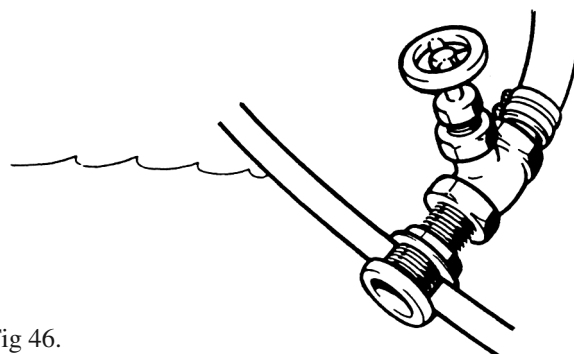
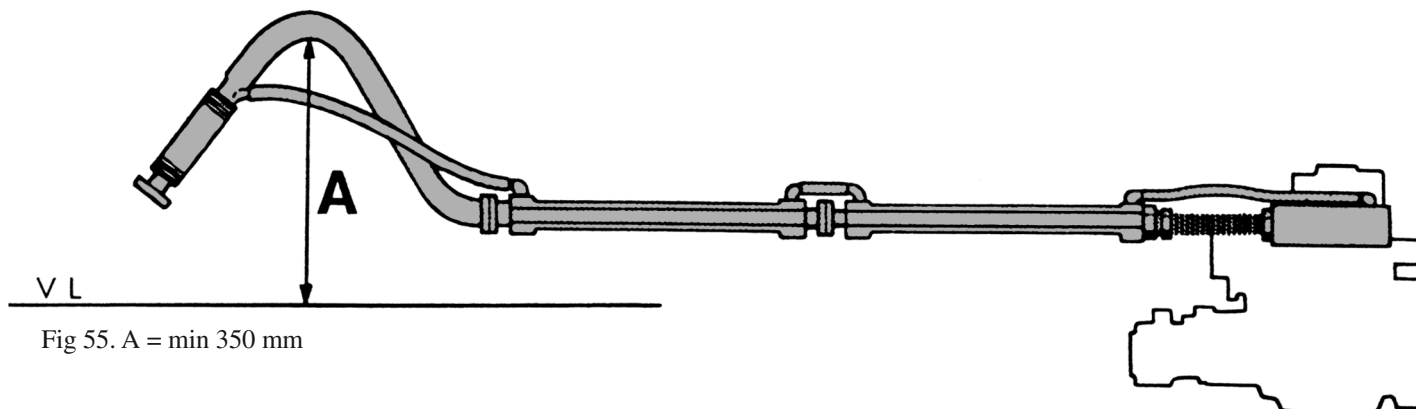
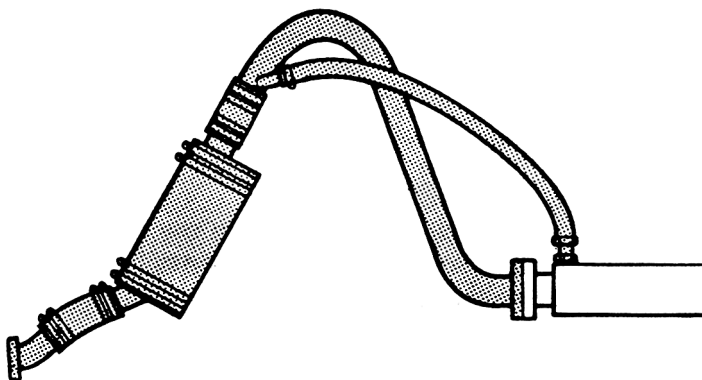

Fig 46.
Fig 55. A = min 350 mm
Fig 57.
4a Bordgenomföringen monteras på lämpligt ställe över vattenlinjen (belastad båt). Om bordgenomföringen mynnar ut under vattenlinjen skall en avstängningskran monteras vid utloppet (fig 46) alternativt ett korrosionsbeständigt rör anslutas. Detta skall nå minst 350 mm över vattenlinjen (belastad båt). Använd tätningsmedel (t ex silikongummi) mot båtskrovet och gängtape till kran eller rör.
3. De olika sektionernas flänsar monteras ihop med värmebeständig packning emellan. För att hindra vattnet att tränga in bakvägen skall sista delen av avgasledningen dras upp i en krök som går minst 350 mm över vattenlinjen (bel. båt) ("A" fig 55). Ljuddämparen kan monteras i kröken (fig 57 och 60). Även om bordgenomföringen placeras högt skall sista delen av avgasledningen ha en lutning akterut.
7. Våt ljuddämpare Om våt ljuddämpare skall användas monteras denna så som fig 57 visar. Avgasledningen efter ljuddämparen utföres som våt ledning med olje- och värmebeständig avgasgummislang. Använd korrosionsbeständiga slangklammor.
Observera att sista delen av ledningen skall dras upp till min 350 mm över vattenlinjen (belastad båt). Se fig 55. Om bordgenomföringen placeras under vattenlinjen eller vid segling kan hamna under vattenytan, skall bordgenomföringen förlängas inombords med ett korrosionsbeständigt rör, vilket når minst 350 mm över vattenlinjen (belastad båt). Alternativt kan en avstängningskran monteras till bordgenomföringen, se fig 46. Även om bordgenomföringen placeras högt skall sista delen av avgasledningen ha en lutning akterut.